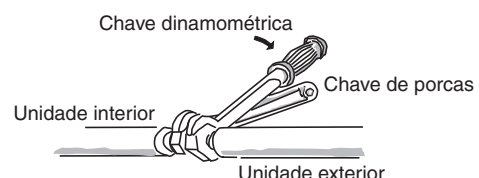

Fig. 5-6
- (2) Para apertar as porcas afuniladas, aplique o binário como indicado.
- Quando retirar as porcas afuniladas das ligações da tubagem, ou quando apertá-las depois de ligar a tubagem, certifique-se de utilizar 2 chaves ajustáveis ou chaves de boca. (Fig. 5-6)